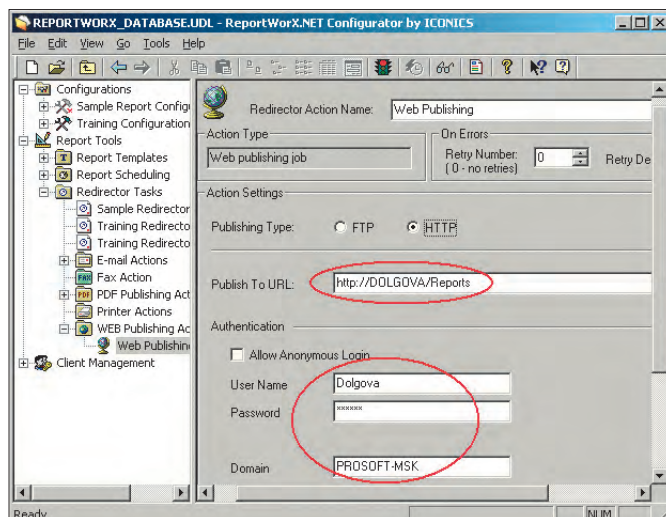
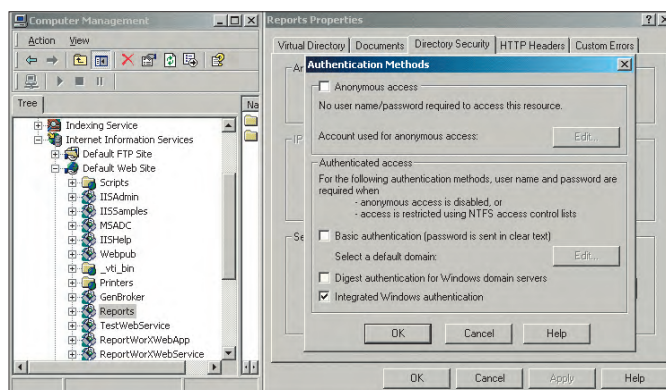

Рис. 27. Действие направления: Web-публикация отчёта
Рис. 28. Свойства папки для публикации отчётов
2. Введите имя действия в поле **New Redirector Action Name** и выберите тип **Publish Report to the Web Server**. При этом на экран будет выведено окно, показанное на рис. 27. При этом в поле **Publish To URL** по умолчанию будет установлено имя локального узла. Обратите внимание на настройки аутентификации для папки, в которую Вы предполагаете публиковать отчёты: аутентификация должна соответствовать настройкам **свойств папки в ИС** (рис. 28).